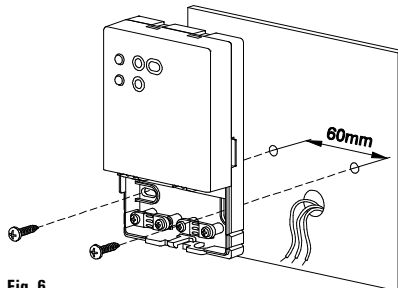

Fig. 6
- 5 Fixer la plaque murale sur la paroi en utilisant les trous prévus à cet effet avec interaxe de 60mm (utiliser les vis et/ou chevilles en dotation) - Fig. 6.